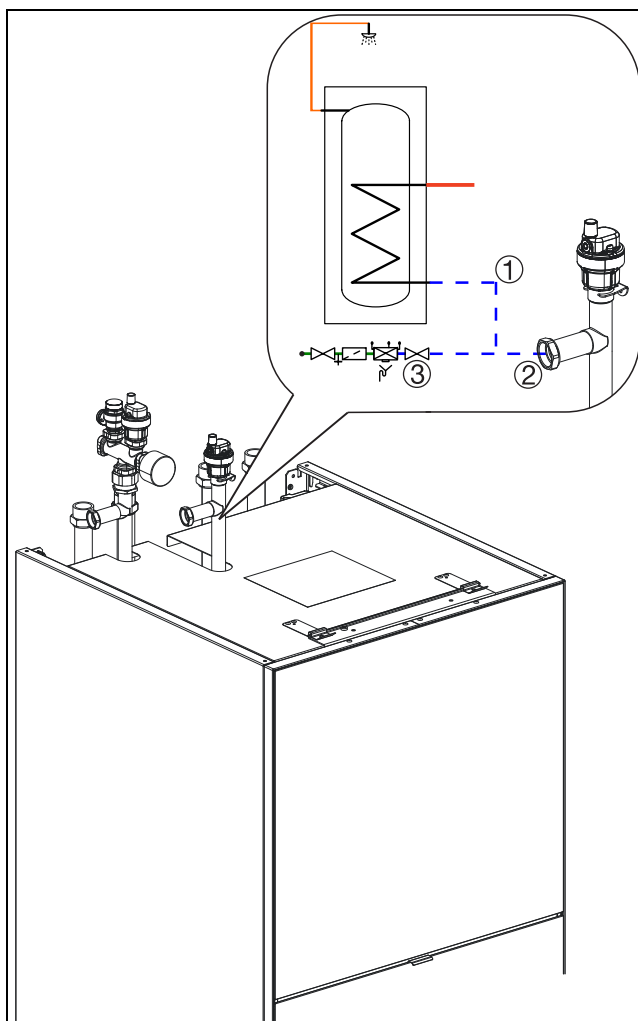

Bild 9 Die Befüllung der Heizungsanlage und der Heizkörper muss über der WW-Rohrwendel (kalt) erfolgen.
- Die WW-Rohrleitungen zwischen der Inneneinheit und dem seitlich platzierten Warmwasserspeicher installieren. VW2 Füllhahn am Rücklaufrohr der WW-Rohrwendel (kalt) installieren, siehe Abb. 9.